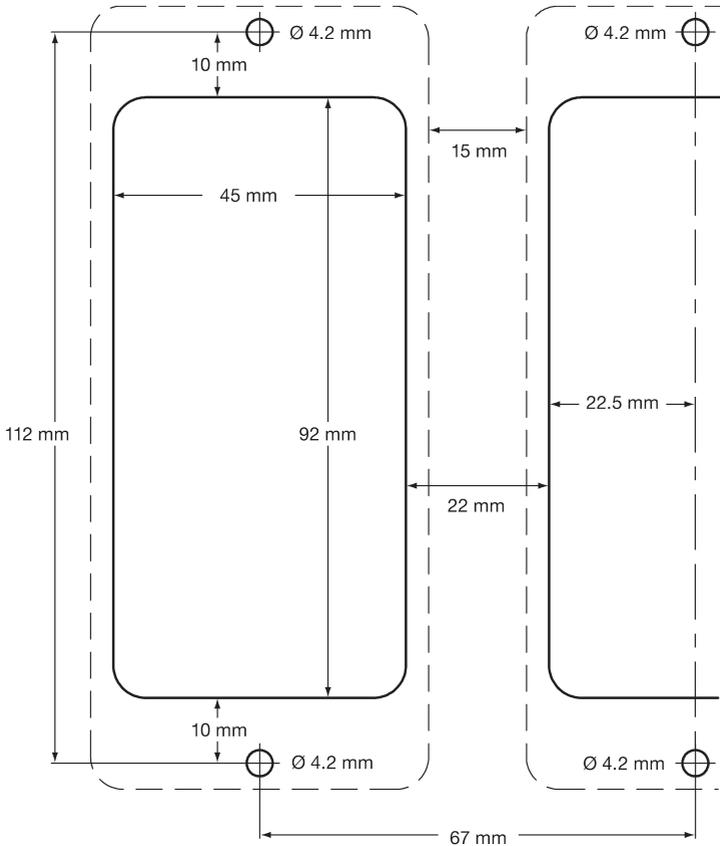

Fig. 5 - Dima di foratura telaio/pannello
- Fare due fori sul telaio come indicato in Fig. 5.
- Tagliare il pannello nelle dimensioni fornite in Fig. 5 e fare i fori per le viti alla posizione indicata.